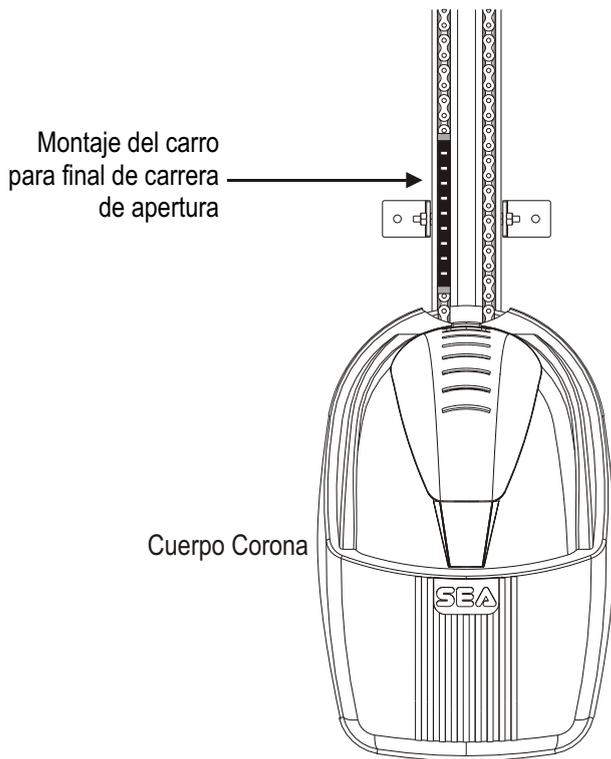

Fig. 21a
- Fije el carro de final de carrera (Fig. 20) lo más cerca posible del cuerpo del Corona, cerca de la rueda del interruptor, tal y como muestra la Fig. 21a